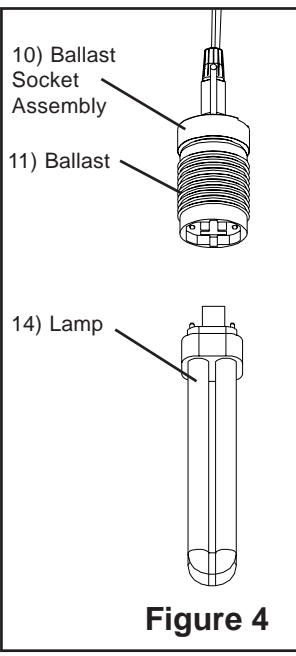

Figure 4
3. Insert Lamp (14) into Ballast (11). See Fig. 4.
3. Inserte la Lámpara (4) dentro del Balastro (11). Vea Fig. 4.